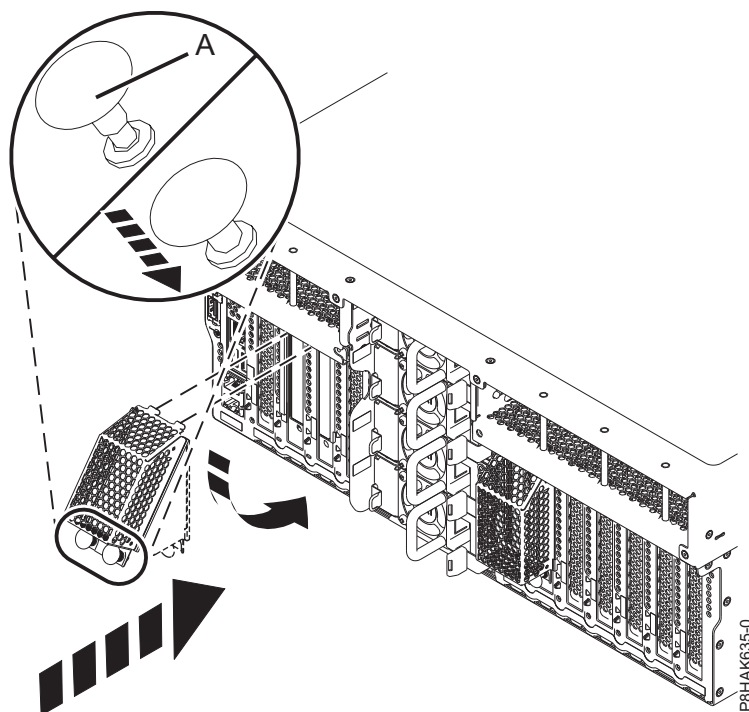

Figura 10. Connexió de l'escut protector a l'adaptador GPU
- a. Si el botó de bloqueig (A) encara no està en posició oberta, estireu el botó de bloqueig (A) perquè quedi en posició oberta. Consulteu Figura 10.
- c. Pressioneu el botó de bloqueig (A) en la direcció que es mostra a la Figura 10 perquè quedi fixat al seu lloc.